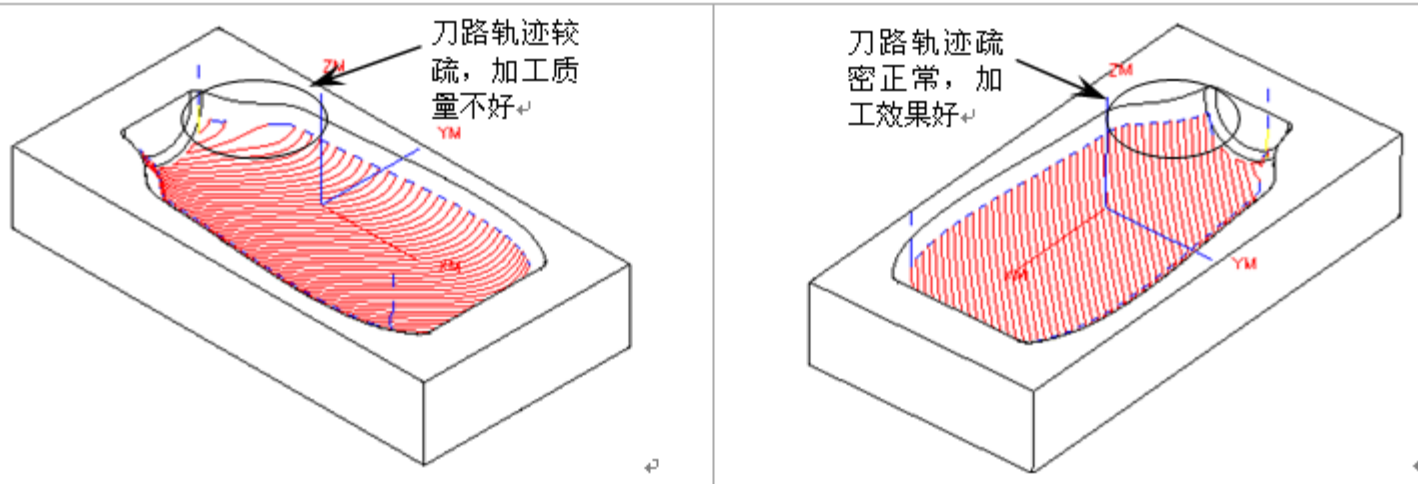

图12-57 同一切削角度
- ✦ 使用固定轴轮廓铣加工对称的工件时，如果都是使用同一个角度去切削工件时，有时加工的效果不是很好，如图 12-57 所示。出现这种情况，处理的方法都会使用修剪边界功能把其分开两次加工，前后两次切削的角度相反。